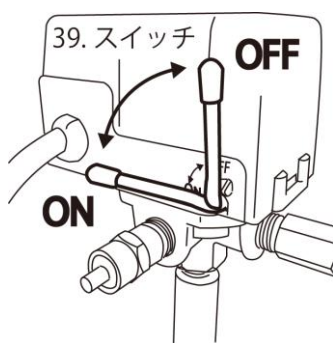

図4
- ①本商品を風通しが良く、火の気の無い場所で、壁から30～45cm程度離して、平らな面に設置してください。
②39. スイッチのレバーをON（レバーが地面に対して平行）にすると本機は起動します（図4参照）。
※使用後は必ず、39. スイッチのレバーをOFF（レバーが地面に対して垂直）にして、**31. ドレンバルブを緩め、28. エアタンクの内部に溜まった水を抜いて**ください（図4, 7参照）。